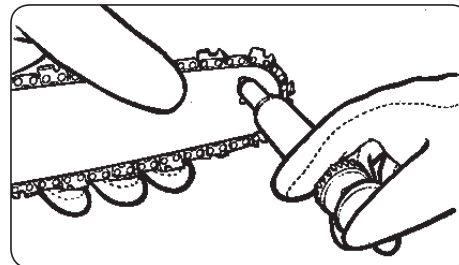

Abb. 20
3. Verwenden Sie die Ölspritze (nicht in der Lieferung erhalten, muss zusätzlich gekauft werden), Stecken Sie die Nadelspitze der Ölspritze in das Ölungsloch und spritzen Sie das Öl hinein, bis es an der Außenseite der Zahnung hervortritt (Abb. 20).